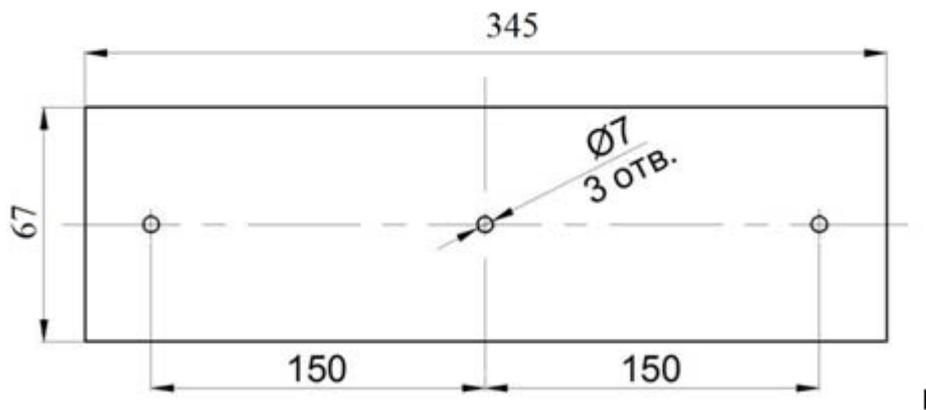

Рис. 2. Крепёжная площадка МУПТВ «ГРВ-Гарант»-14,5-Г-В
5.2. Снять крепежную площадку с корпуса модуля и закрепить её на месте установки модуля (рис. 2).